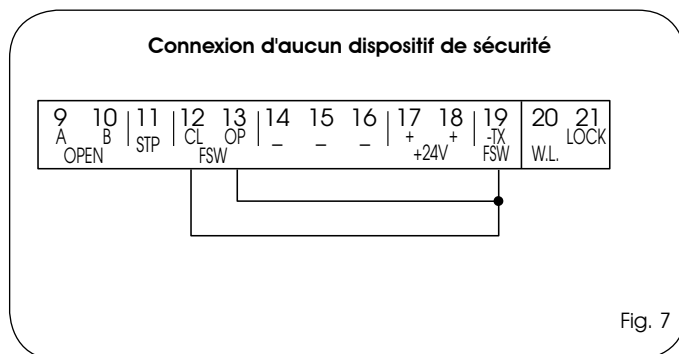

Fig. 7
**Si on ne connecte aucun dispositif de sécurité en fermeture, pointer les bornes CL et -TX FSW (fig. 7).**
**Si on ne connecte aucun dispositif de sécurité en ouverture, pointer les entrées OP et -TX FSW (fig. 7).**